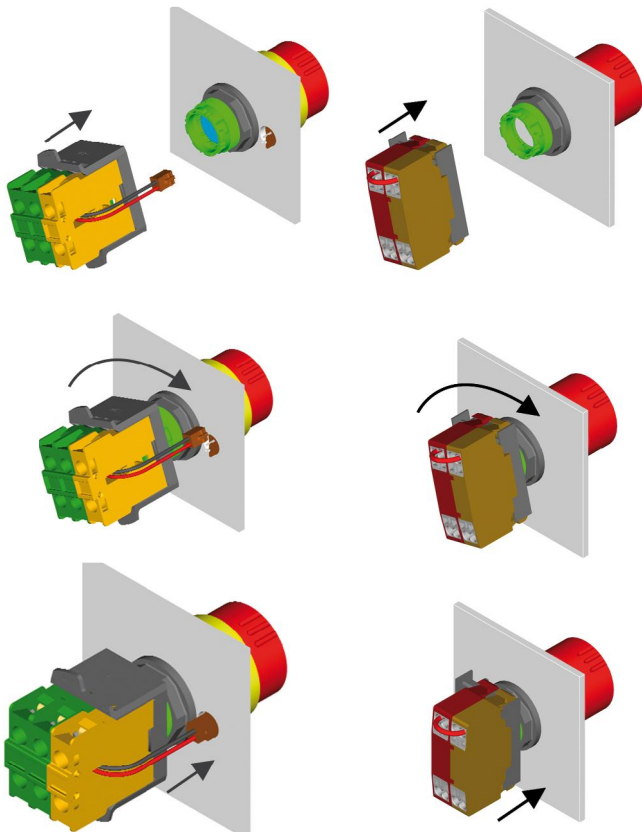

Abbildung 3a: Montageskizze MT... Abbildung 3b: Montageskizze DT..., DST..., DM...
- 4) Kontaktgeber auf den Betätigerhals aufstecken und durch Drehbewegung (MT..., DT..., DST..., DMS..., DMT..., ET...) (Abbildung 3a, 3b) oder Druck (AT..., BT..., PTF..., FRTF...) (Abbildungen 5-8) aufrasten. Sonderfälle: Die Kontaktgeber PTP... werden aufgesteckt und mittels eines durch die Leiterplatte hindurch zu drehenden Riegelchen am Betätiger verrastet (Abbildung 9). \*2)